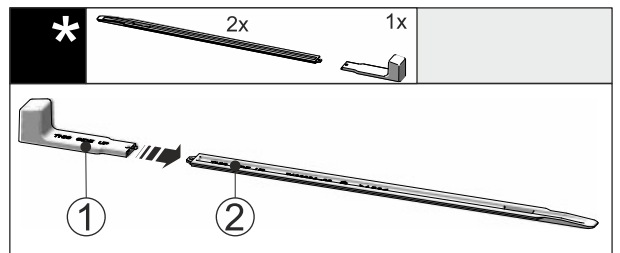

Fig. 47
- ▶ Įkiškite montavimo rankeną Fig. 47 (1) į išlyginamąjį bėgelį Fig. 47 (2).